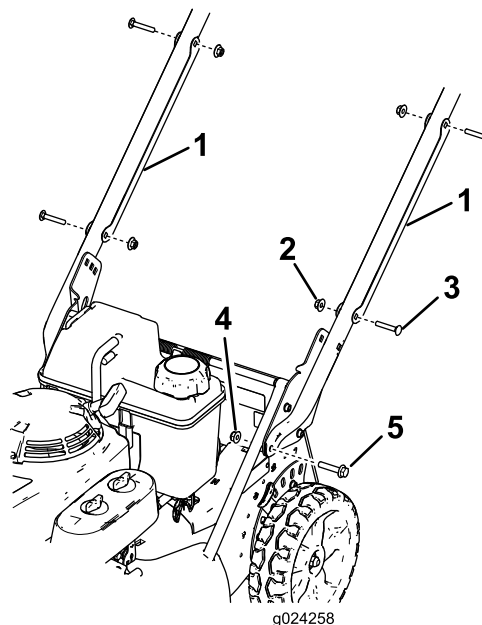

Figure 3
1. Déposez les protège-câbles du guidon (Figure 3) en retirant les 2 boulons de carrosserie et les 2 contre-écrous qui les fixent au guidon.
- Fixez les extrémités du guidon au carter de la tondeuse au moyen de 2 boulons à tête-embase hexagonale (5/16 x 1½ po) et de 2 écrous à embase (5/16 po), comme montré à la Figure 3.
- Positionnez chaque protège-câble sur le guidon en recouvrant le(s) câble(s), et fixez-le solidement au guidon au moyen des 2 boulons de carrosserie et des 2 contre-écrous retirés précédemment (Figure 3).